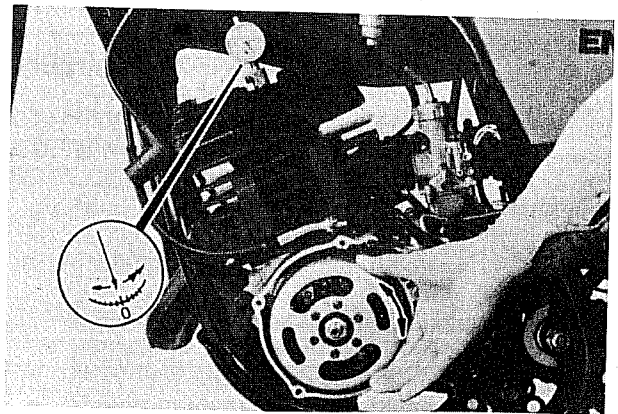

Bild 21
- Das Schwungrad des Magnetzünders drehen, bis sich der Kolben im oberen Totpunkt (OT) befindet. Null der Messuhrskala genau mit dem Zeiger ausrichten (Bild 21). Stellschraube am Messuhrständer festziehen, um die Messuhr zu sichern. Schwungrad danach hin und her drehen, um sicherzustellen, dass die Anzeigenadel nicht über die Null hinausschwingt.
sich der Kolben im oberen Totpunkt (OT) befindet. Null der Messuhrskala genau mit dem Zeiger ausrichten (Bild 21).